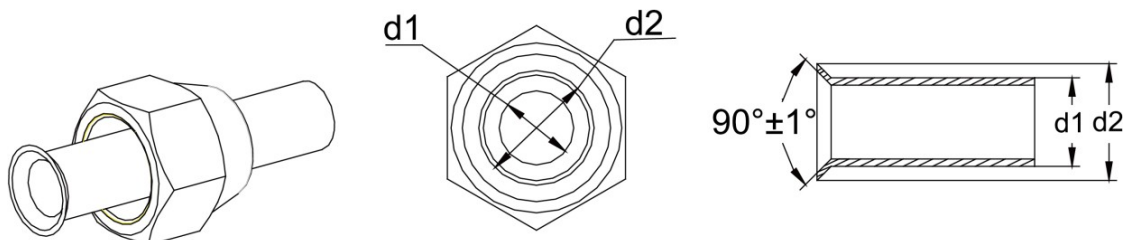

Рис. 4.3.1
- (1) Используйте труборез, чтобы отрезать патрубок, если он не прошел формовку.
- (2) Держите трубу вниз на случай, если в трубу попадут обрезки. После резки удалить заусенцы.
- (3) Снимите раструбную гайку соединительного внутреннего патрубка и наружный блок. Затем используйте инструмент для раздачи, чтобы закрепить раструбную гайку в трубе (как показано на рис. 4.3.1).
- (4) Проверьте равномерность расширения расширяющейся части и наличие трещин.